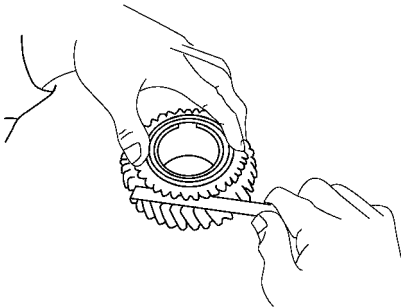

图 10-18 测量同步环背部和齿
2) 测量同步环背部和齿轮花键端部之间的间隙, 如图 10-18 所示。